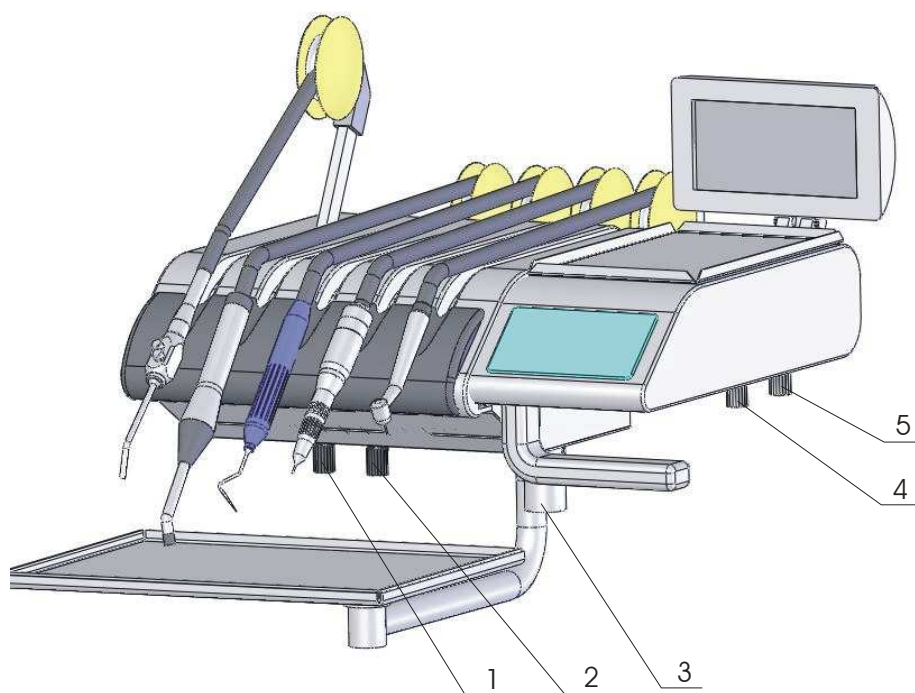

Рис. 4
**Регулирующие и управляющие элементы, размещенные на нижней стороне столика рис. 4**